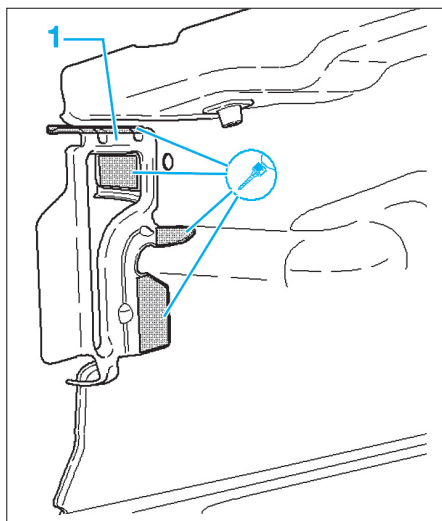

FIG. 5
- Déposer le renfort (1) (Fig.5).